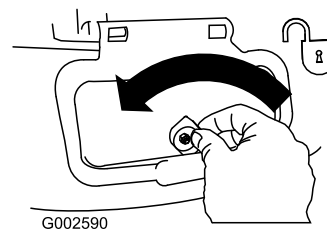

Figura 35
1. Desbloquee la puerta de descarga lateral (Figura 35).